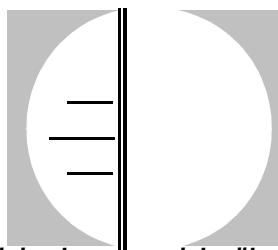

Abbildung 5-8 Zwei Linien kommen sich näher
4. Drehen Sie die Mikrometerschraube bis sich die beiden dünnen Linien näher kommen. Der Spalt zwischen den beiden Linien verengt sich soweit, bis sie sich berühren und kein Spalt mehr zu erkennen ist. In diesem Augenblick ist das Licht zwischen den zwei Linien sehr schwach. (Siehe Abbildung 5-8). Dann drücken Sie <ZERO> um D1/D2 zu nullen. Drehen Sie die Mikrometerschraube um die rechte Linie zu bewegen.